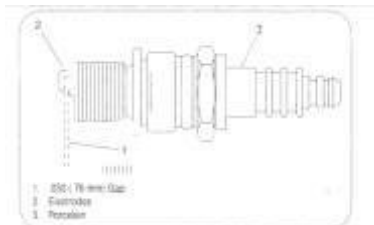

Рисунок 26
4. Измерьте зазор между контактами свечи с помощью щупа для измерения зазоров. При необходимости отрегулируйте его на значение 0,3 дюйма (0,76 мм). Смотри рисунок 26